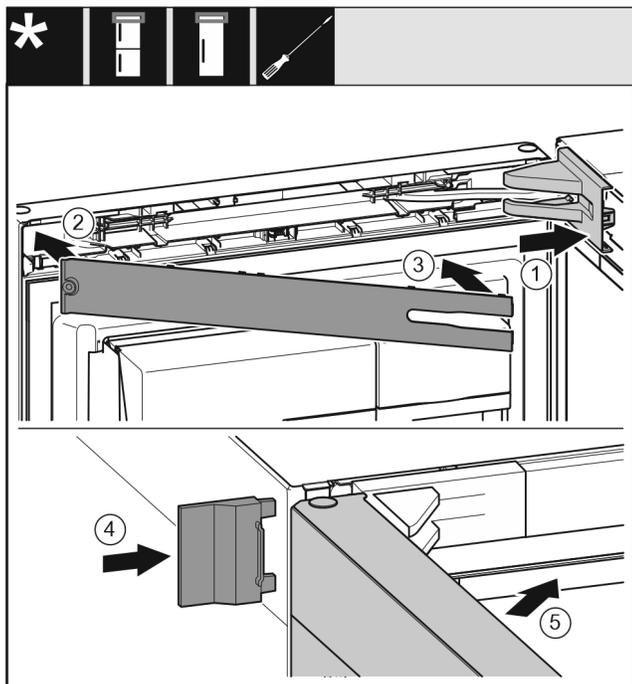

Fig. 21
- ▶ Poser et enclencher le cache du support de palier, l'introduire en appuyant délicatement. *Fig. 21 (1)*
- ▶ Poser le cache. *Fig. 21 (2)*
- ▶ Incliner le cache et l'enclencher. *Fig. 21 (3)*
- ▶ Enfiler le cache extérieur. *Fig. 21 (4)*
- ▶ Fermer la porte supérieure. *Fig. 21 (5)*